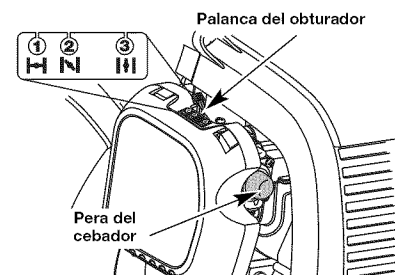
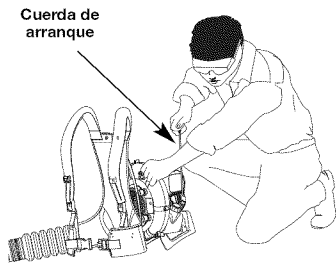

Fig. 13
Fig. 14
**ADVERTENCIA:** Evite los arranques accidentales. Colóquese en posición de inicio cuando tire de la cuerda de arranque (Fig. 14). El operador y la unidad deben estar en una posición estable al arrancar la unidad para evitar graves lesiones personales. Para evitar lesiones personales graves, asegúrese de que los tubos de la sopladora estén colocados antes de hacer funcionar la unidad.
- Oprima completamente el cebador y suéltelo 10 veces. Hágalo lentamente. Se deberá ver un poco de combustible en el cebador y en las tuberías de alimentación de combustible (Fig. 13). Si no puede ver el combustible en el cebador, oprímalo y suéltelo tantas veces como sea necesario hasta que vea combustible en el mismo.
- Coloque la palanca del obturador en **Posición 1** (Fig. 13).
- Colóquese en la posición de arranque (Fig. 14). No exprima el control de válvula reguladora. Tire de la cuerda de arranque **5** veces en un movimiento controlado.
- Coloque la palanca del obturador en la **Posición 2** (Fig. 13).
- Continuar oprime el gatillo.** Mover la palanca del obturador a la **Posición 3** (Fig. 14) y continuar el calentamiento del motor por un periodo adicional de 60 segundos. Durante este tiempo la unidad puede ser utilizada.
- Oprima y mantenga oprimido el Control de encendido y apagado en la posición APAGADO (O) hasta que el motor se detenga por completo (Fig. 13).
- Colóquese en la posición de arranque (Fig. 14). No exprima el control de válvula reguladora. Ponga el arranque eléctrico o el pedacito de comienzo de la energía en la parte posterior de la unidad. Refiera a la sección de la operación del manual del operador del arranque eléctrico o del pedacito de comienzo de la energía.
- Presione y sostenga el arranque eléctrico o perfore ARRANQUE (I) el botón por 2 segundos.
- Coloque la palanca del obturador en **Posición 2** (Fig. 13).
- Presione y sostenga el arranque eléctrico o perfore ARRANQUE (I) el botón para 2 segundos intervalos hasta que la unidad comience.
- Mantenga apretado el control del regulador, ponga la palanca del obturador en la **Posición 3** (Fig. 13) y haga funcionar la unidad durante 60 segundos más. La unidad se puede usar durante este paso.
- SI...** el motor no arranca después de unos cuantos intentos, coloque la palanca del obturador en la **Posición 3**, y oprima el gatillo. Apriete y mantenga apretado el botón de **ENCENDIDO (I)** del arrancador eléctrico o taladro a intervalos de 2 segundos hasta que la unidad arranque.